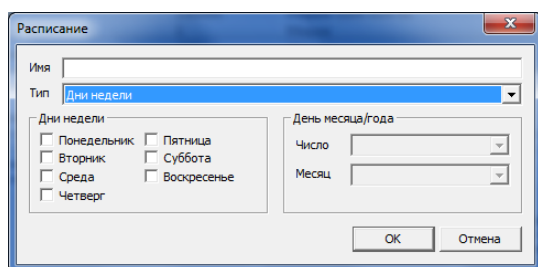

Рисунок 15.11 — Окно *Расписание* (выбор дней)
- 2) В открывшемся окне *Расписание* (см. рисунок 15.11) в поле *Имя* введите название расписания.